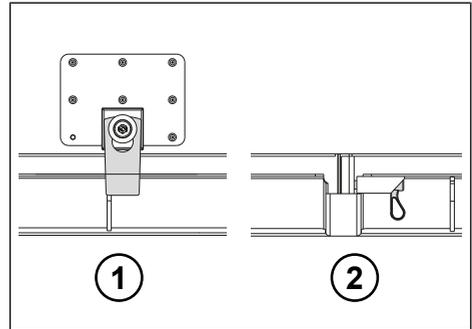

Abb. 6-20: Sicherung
- ▶ Fallsicherung/ Federschnapper lösen (siehe "Abb. 6-20: Sicherung", S. 79).